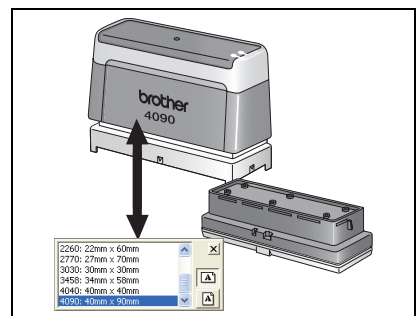

figure 2
- ❸ Sélectionnez un tampon vierge du format souhaité. Assurez-vous que le format de tampon sélectionné dans la liste déroulante correspond au format indiqué sur le support du tampon (voir la figure 2).
- ❹ Enlevez le capuchon du tampon.